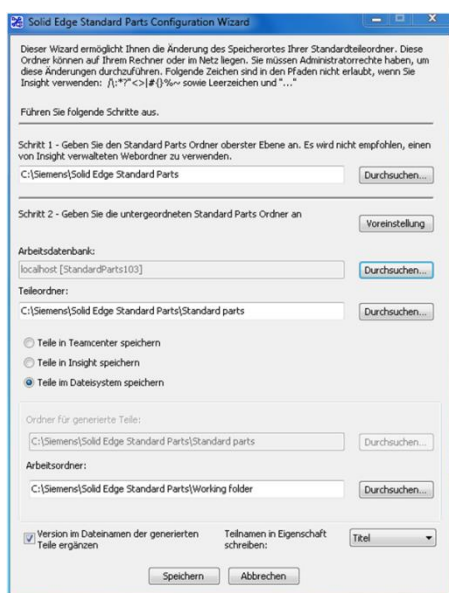

Abbildung 22
- 6.1. Bevor Sie mit dem Update von Solid Edge und den Standard Parts beginnen, sichern Sie zunächst unbedingt Ihre Konfiguration der Standard Parts, in dem Sie unter *Start -> Alle Programme -> Solid Edge STx -> Standard Parts -> den Konfigurationsassistenten (Abb. 22) starten und sich folgende Einstellungen notieren: Alle eingestellten Pfade und Einstellungen*